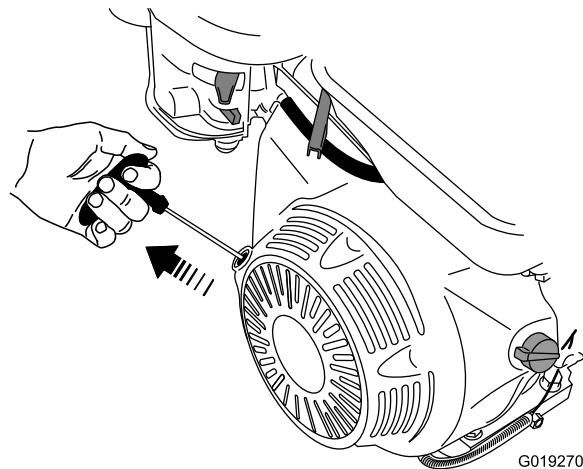

Figure 27
- Sur le moteur, tournez l'interrupteur du moteur à la position marche (I) ; voir Interrupteur marche/arrêt du moteur (page 10).
- Tirez légèrement sur la poignée du lanceur jusqu'à ce que vous sentiez une résistance, puis tirez vigoureusement. Relâchez lentement la poignée du lanceur (Figure 27).